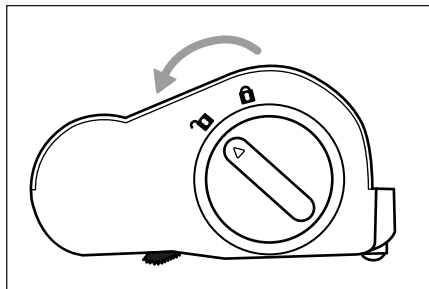

Abb. 22
- 2) Entriegeln Sie die Bürstenrolle **19**, indem Sie die Bürstenrollenentriegelung **18** in Richtung des Symbols **18** (öffnen) drehen (siehe Abb. 22).